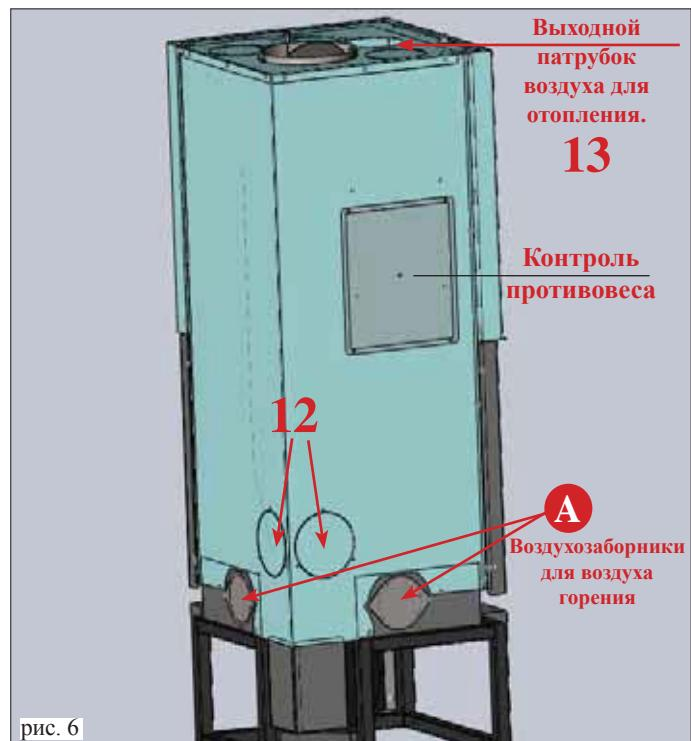

рис. 6
Для обеспечения правильной работы камина необходимо обеспечить доступ воздуха для горения в топку с помощью трубы, соединяющей внешнюю окружающую среду со специальными воздухозаборниками (A), выполненными на боковых стенках (рис. 6) и внизу (рис. 7).